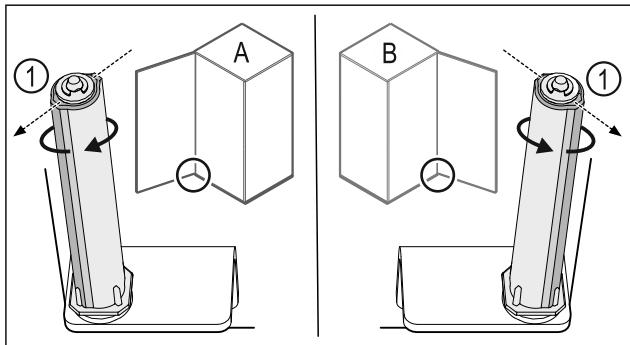

Fig. 46 左门挡 (A) / 右门挡 (B)
- ▶ 克服阻力转动关门系统，直至关门系统 Fig. 46 (1)的连接片朝外。